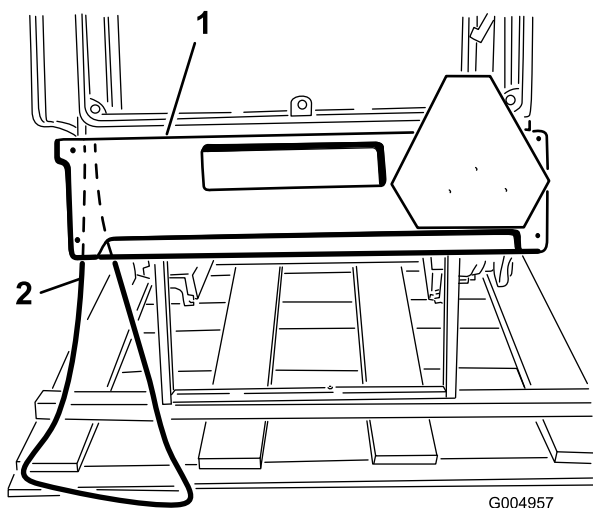

Figura 10
- Para tener acceso a las mangueras de alimentación de calentador, retire los tornillos que sujetan la parte trasera de los paneles laterales y el panel trasero al conjunto de cabina, y retire el panel trasero (Figura 10). No retire los paneles laterales.
2. En la esquina izquierda trasera del conjunto de cabina, localice la pegatina de la manguera que lleva la palabra "Pressure" (presión) (Figura 10).